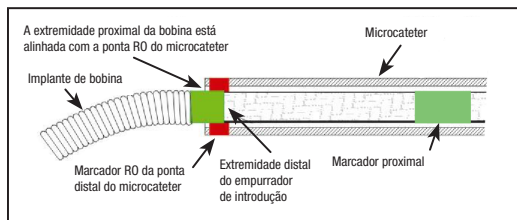

Figura 4 — Posição das faixas de marcação para separação
30. Avance a bobina para o local pretendido até que o marcador radiopaco no empurrador de introdução esteja alinhado ou ligeiramente distal do marcador RO da ponta distal do microcaterer, posicionando a zona de separação imediatamente fora da ponta do microcaterer. Veja a Figura 4.